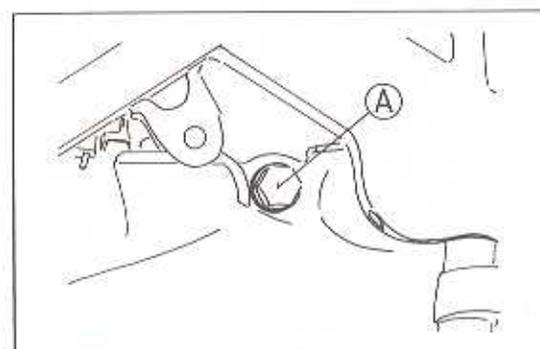

Bild 252
- Die obere Stossdämpferbefestigung lösen, den Bolzen aber noch belassen (Bild 252).